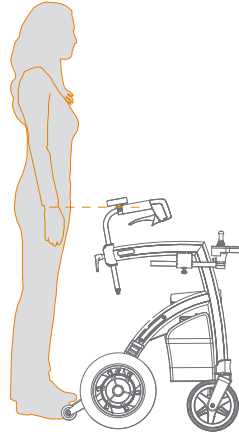

Abbildung 21: Bestimmen Sie die richtige Höhe.
- Um die richtige Höhe zu bestimmen, stellen Sie sich zwischen die Handgriffe des Rollz Motion Electric und lassen Sie Ihre Arme locker am Körper hängen. Die Handgriffe sollten sich auf gleicher Höhe wie Ihre Handgelenke befinden (**Abbildung 21**).